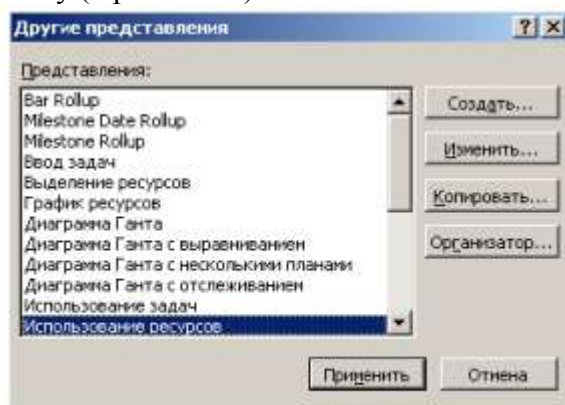

Рис. 42. Диалог Другие представления
• Чтобы просмотреть проект в режимах, кнопки которых отсутствуют, нажмите кнопку (Другие представления) на панели представлений. На экране появится диалог (Другие представления) (рис. 42), в котором вы можете выбрать любой доступный режим просмотра и нажать кнопку (Применить).